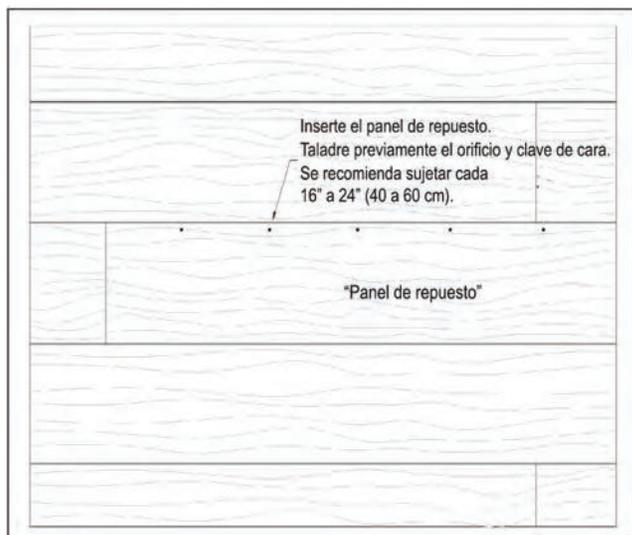

Figura 13
- Inserte el tablón y taladre previamente orificios a lo largo de la parte superior del panel. Los orificios deben tener un diámetro por lo menos 1/16" (1,59 mm) mayor que los clavos de las molduras (Figura 13).
- Inserte el tablón con orificios pretaladrados y clave de cara cada 16" a 24" (40 a 60 cm) a lo largo de la parte superior del panel, utilizando clavos para molduras del mismo color; o puede pintar la cabeza del sujetador (consulte el sitio web de Everlast para conocer las opciones de pintura con compatibilidad de color de Sherwin Williams) (Figura 13).